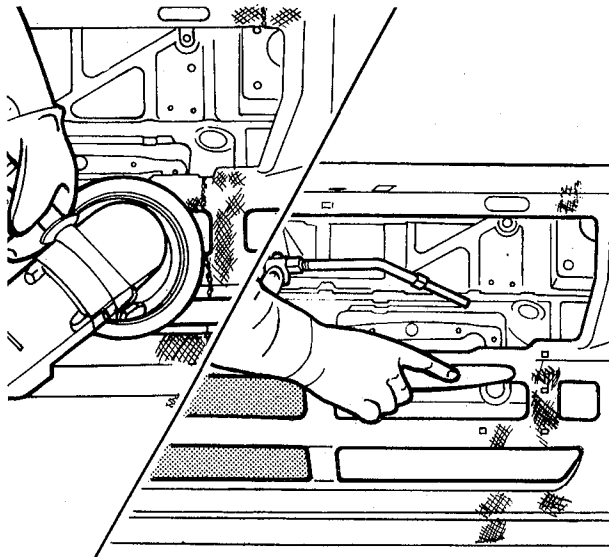

fig. 63
11. Lixar a região da solda, preparando a superfície para receber a solda de enchimento — estanho. Limpar cuidadosamente a área e aplicar solda de enchimento, conforme necessário (fig. 63)